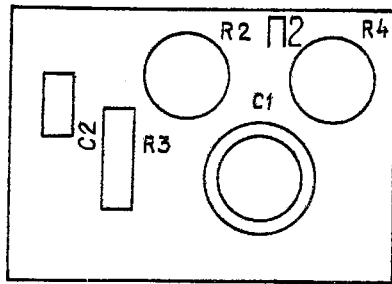

Рис. 12
- Рис.12. Делитель I:10. Схема расположения ЭРЭ.